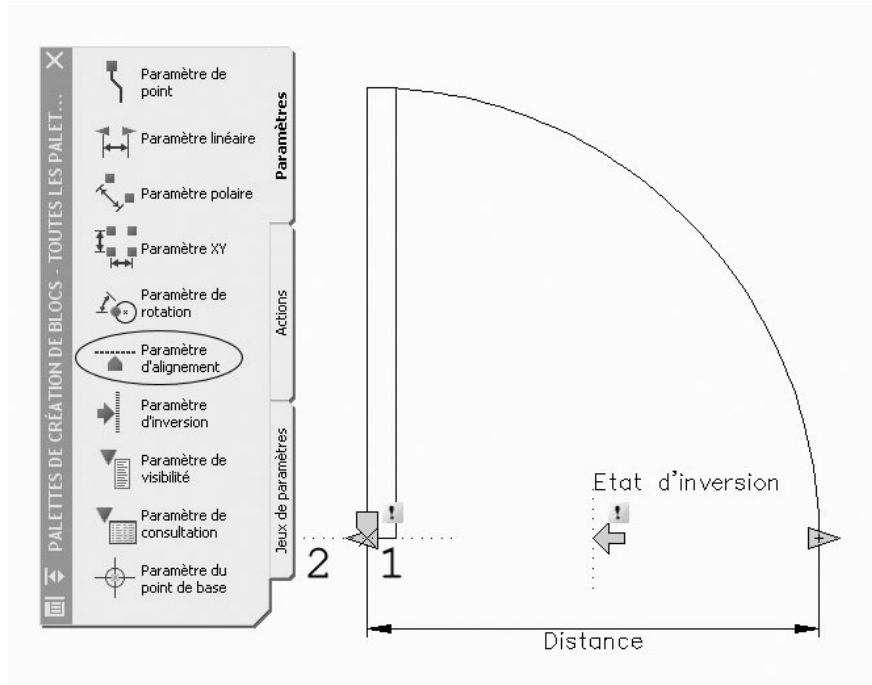

Fig.7.27
- 12 Pour pouvoir aligner le bloc avec un objet existant dans le dessin, il faut ajouter le paramètre d'alignement (Alignment Parameter). Sélectionner celui-ci dans l'onglet **Paramètres** (Parameters) et pointer les points 1 et 2. Le point 1 constitue l'origine de l'alignement et le point 2 donne la direction d'alignement (fig.7.27).